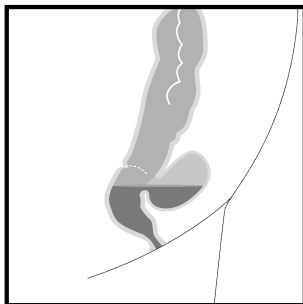

Abb. 1
3. Visuelles Ausmessen der Insuffizienzhöhle (Länge und Durchmesser) mit dem Endoskop, um Länge und Durchmesser des Schwamms zu bestimmen. Die Schwammgröße sollte so gewählt werden, dass der Schwamm nur in der Insuffizienzhöhle liegt, aber keinen Kontakt zu intakter Mukosa hat. Nach dem Verlassen wird das Endoskop entfernt (Abb. 1).